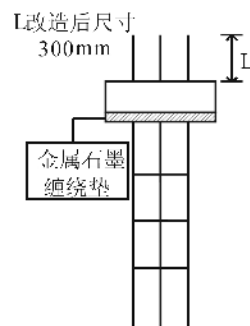

图4 改造后加热管
1)重新设计制作盐电加热器的加热管,如图4所示。
2)用5mm厚的不锈钢钢板制作加热管的固定卡盘,用于固定各加热管的安装位置,防止由于盐溶液的流动冲击,使加热管发生相互碰撞、摩擦,造成加热管管壁磨损破裂,加热管损坏,发生短路接地故障,如图4所示。